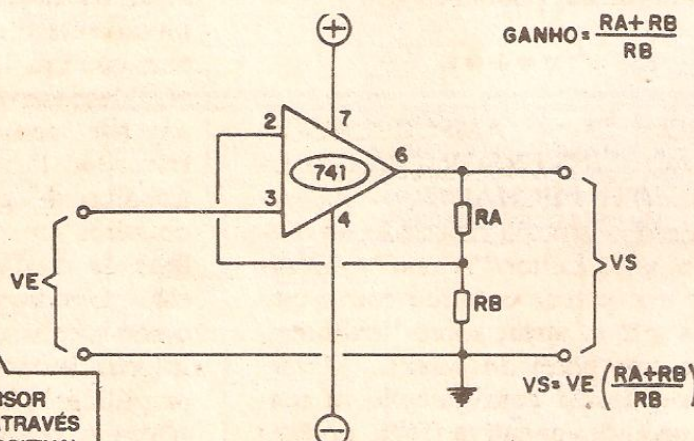

Fig.12
- FIG. 12 - AMPLIFICADOR NÃO INVERSOR “FECHADO” (COM GANHO CONTROLADO) - Outro arranjo bastante utilizado, na prática (depois do inversor “fechado”, é, provavelmente, o mais usado...). Nesse caso, “não queremos” a inversão da polaridade do sinal, durante a amplificação, assim aplicamos o sinal ou nível a ser manipulado, à própria Entrada Não Inversora (pino 3). Já a Entrada Inversora (pino 2) recebe uma realimentação através do divisor de Tensão formado pelos resistores  $R_A$  e  $R_B$ , que dimensionam uma parte do sinal presente na Saída,